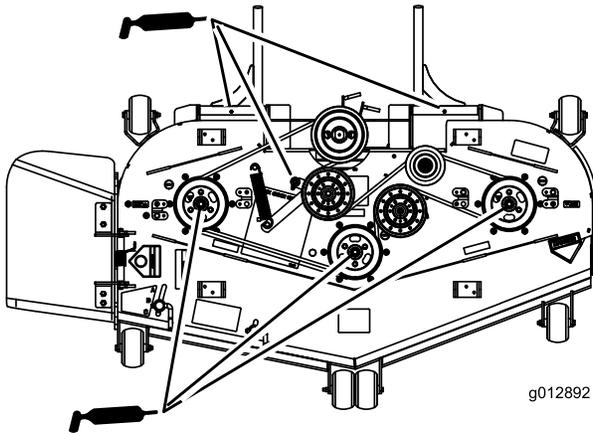

Figure 39
4. Lubrifiez les roulements des trois axes sous jusqu'à ce que la graisse sorte (Figure 39).
5. Graissez le bras de la poulie de tension sur le tablier de coupe (Figure 39).
6. Lubrifiez les graisseurs des bras de poussée (Figure 39).